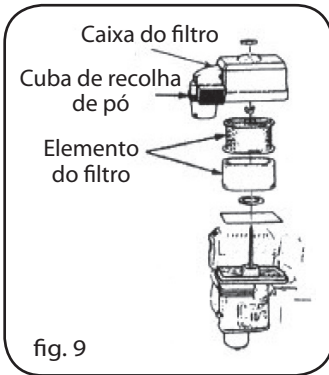

fig. 9
2. FILTRO DE RECOLHA DE PÓ (Fig. 9)